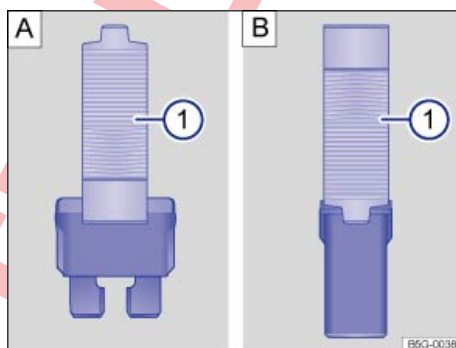

Fig. 284 Extraer o colocar el fusible con las pinzas de plástico: **A** Fusible enchufable plano; **B** Fusible tipo bloque.
- En función del tipo de fusible, desplace la pinza correspondiente ⇒ fig. 284 A ① o ⇒ fig. 284 B ① lateralmente sobre el fusible.
- Si el fusible se ha fundido, sustitúyalo por uno nuevo del *mismo* amperaje (de igual color y grabado) y del *mismo* tamaño ⇒ ①.